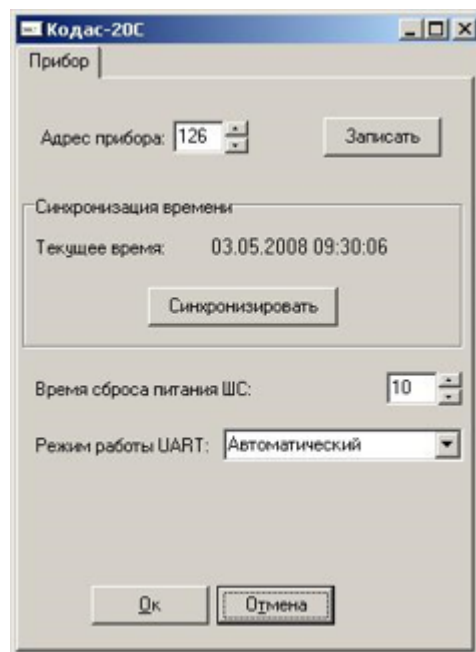

Рис. 21
**5.4.1** Налаштування параметрів по п.1 виконується в діалоговому вікні «Прилад Кодас-20С» (рис. 21), перехід на яке здійснюється за допомогою пункту контекстного меню «Властивості приладу», що викликається правою кнопкою миші, при встановленні курсора на один з прочитаних блоків, типу Кодас-20С (рис. 22). У цьому діалоговому вікні налаштовуються: